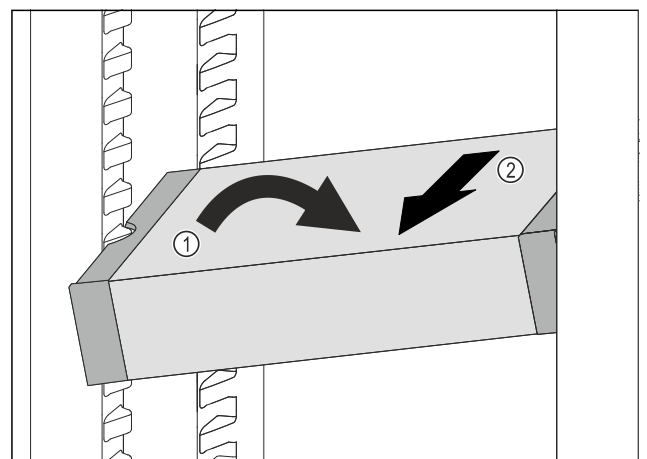

Fig. 106
- VarioSafe im Kühlteil schräg stellen. *Fig. 106 (1)*
- VarioSafe nach vorne entnehmen. *Fig. 106 (2)*